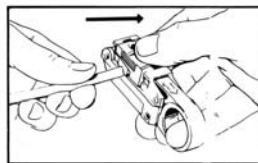

Figure 8
G. Bewegen Sie den Schieber um eine Position zurück. Das Kabel wird nun vorsichtig herausgezogen, wobei das Werkzeug gleichzeitig zusammengedrückt wird (Abb. 8). Falls der Widerstand zu groß oder die Abisolierung unzureichend sein sollte, fahren Sie mit Schritt "H" fort